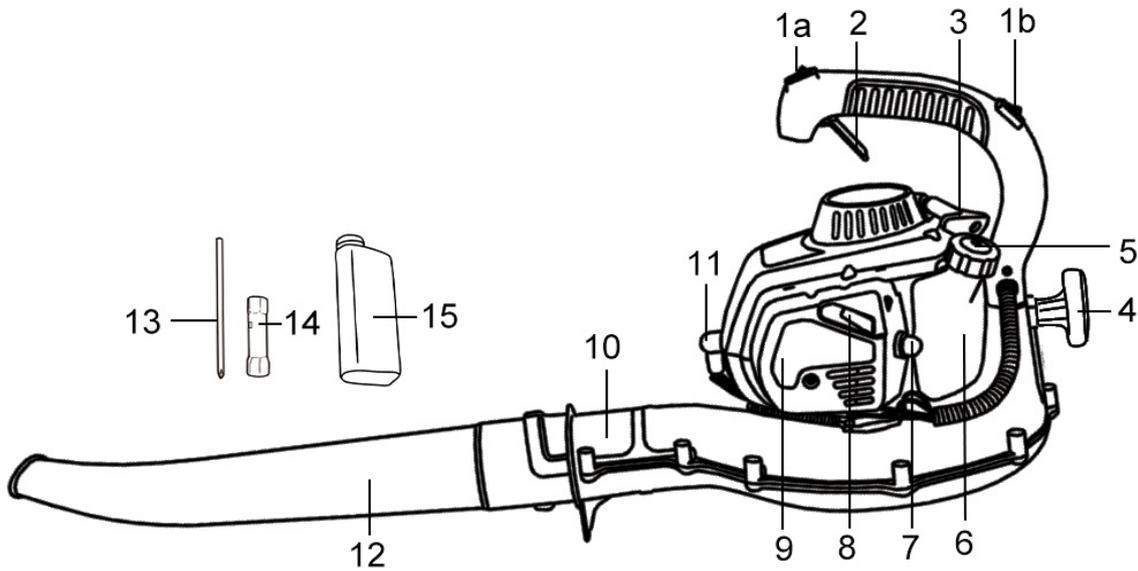

Fig.1
1. Déballez toutes les pièces et posez-les sur une surface plane et stable. (Fig. 1)